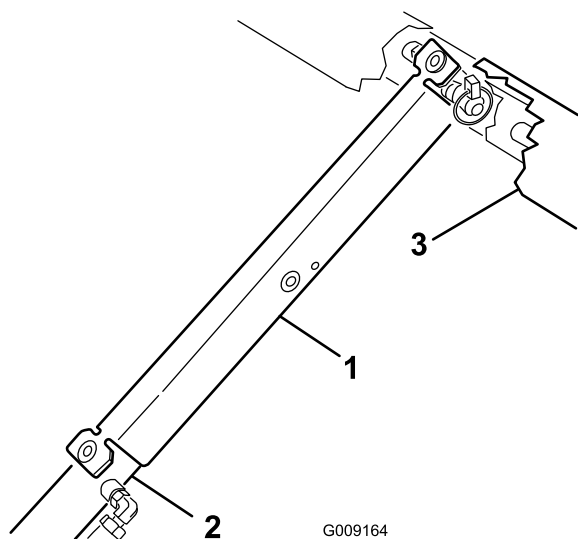

図 7
7. サポートをシリンダ・ロッドにはめ込み、サポートの端部でシリンダ・バレルの端とシリンダ・ロッドの端を確実に支える（図 7）。